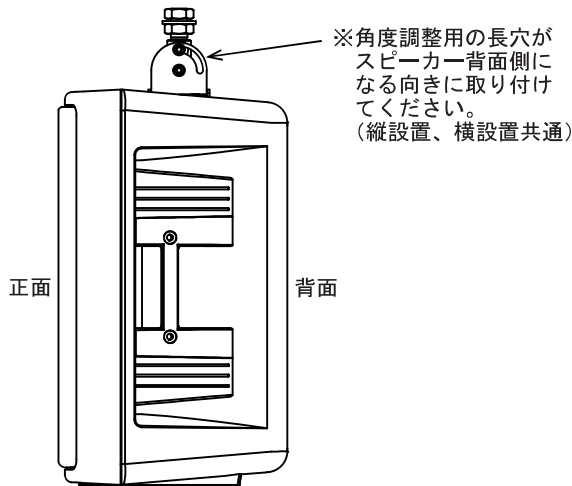

図3 スピーカー取付ブラケット取り付け図
- (2) 取りはずしたM8ネジ2本を使用し、スピーカー取付ブラケット④の向きを図3を参照にして、確実に固定します。